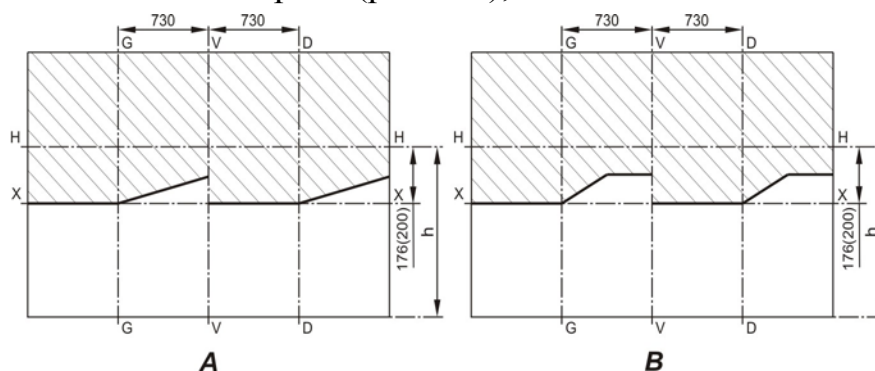

Рис. 8.7. Разметка экрана для регулировки фар:
- установить ненагруженный автомобиль на ровную горизонтальную площадку на расстоянии 10 м от экрана (рис. 8.7);
У отрегулированных фар горизонтальный участок светотеневой границы должен совместиться с линией X—X (рис. 8.7А, 8.7В), наклонные участки светотеневой границы должны соответствовать рис. 8.7А (с маркировкой на рассеивателе «AL») и рис. 8.7В (с маркировкой на рассеивателе «ОСВАР»), а точки пересечения горизонтального и наклонного участков светотеневой границы – с линиями G—G и D—D.